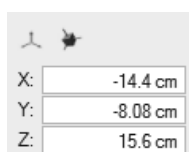

图 15-15
7) 向下移动选中的箱体点，使其穿透桥体的底座，如图 15-15 所示。